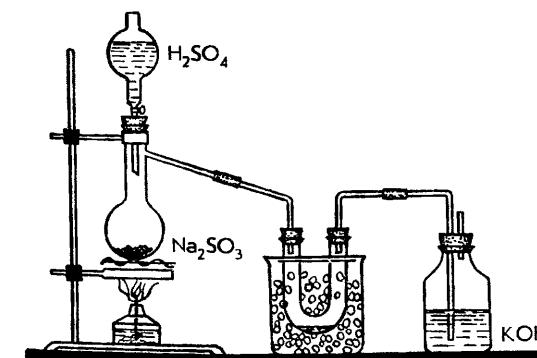

Рис. 17. Получение оксида серы (IV)
Соберите прибор для получения оксида серы (IV) (рис. 17).
Соберите прибор для получения оксида серы (IV) (рис. 17). В колбу на 500 мл поместите две-три ложки сульфита натрия. К гакапельной воронке осторожно наполните серной кислотой. К гакапельной трубке от прибора присоедините U-образную стеклянную трубку.